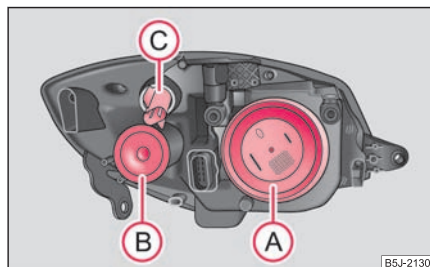

Fig. 212 Farurile din față:
Poziția becurilor în farurile din față ⇒ fig. 212.
- Scoateți capacul de protecție (A) ⇒ pagina 218, fig. 212.
- Rotiți dulia becului (C) spre stânga ⇒ pagina 218, fig. 212 și scoateți dulia împreună cu becul.
- Scoateți capacul de protecție (B) ⇒ pagina 218, fig. 212.